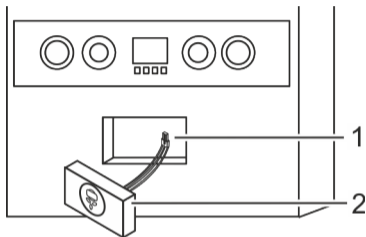

Fig. 9: Incasso dell'attuatore (ricevitore)
4. Incassare l'attuatore (ricevitore) montato (Fig. 9/1) nello scaldacqua.